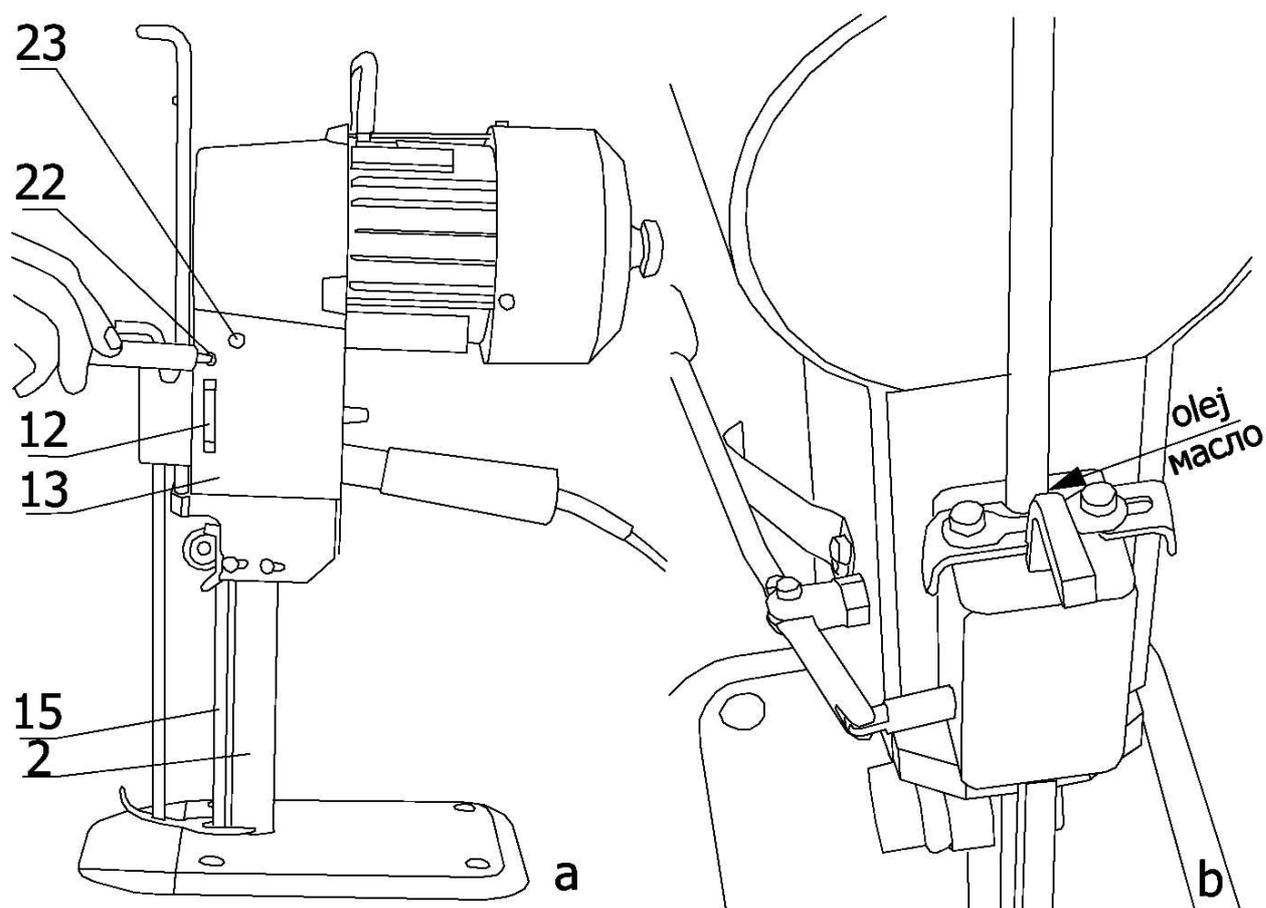

Рис. 8. Смазка раскройной машины.
Смазка раскройной машины показана на рис. 8. Уровень масла в резервуаре (12) должен быть всегда выше нижней линии выемки на корпусе (13).